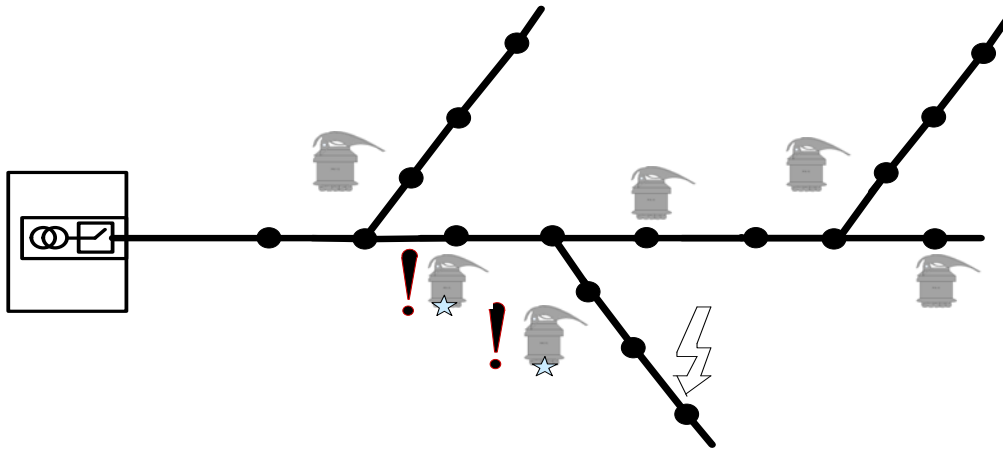

Рисунок 11 – Установка комплектов на линии с длинным стволом и длинными ответвлениями.
- на линии с длинным стволом и длинными ответвлениями комплекты устанавливаются в начале контролируемых ответвлений и за местом разветвления, на ближайших промежуточных опорах (Рисунок 11).